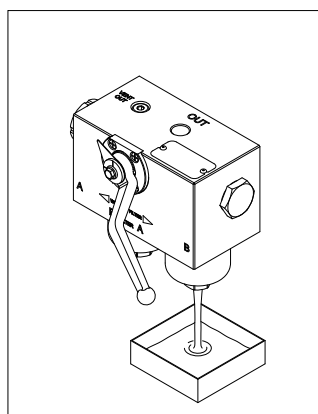

fig. 19
- (Fig. 19) Drenare il fluido di lavoro dal fondo del contenitore al recipiente di raccolta